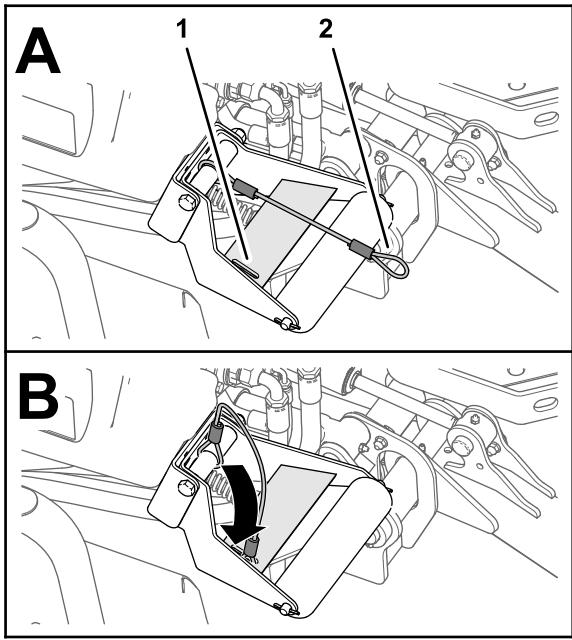

Figura 27
4. Com as unidades de corte baixadas, passe o laço do cordão na ranhura da placa de reforço do suporte do rolo (Figura 27).